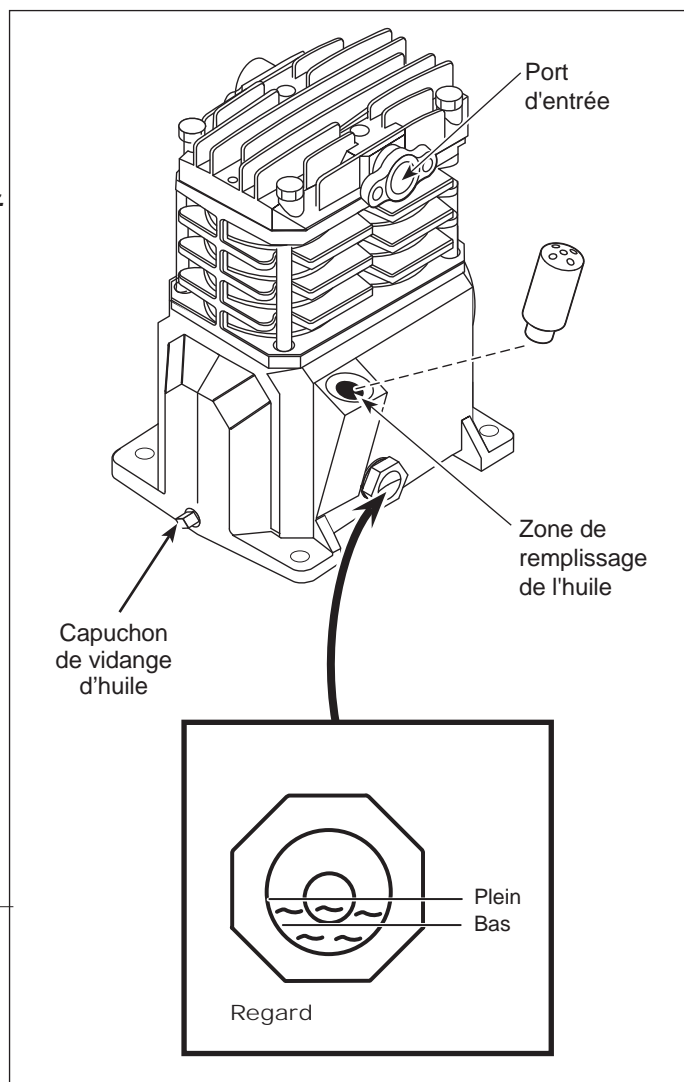

Figure 6 - Graissage
Vissez le filtre d'entrée d'air fourni dans le port d'entrée de la pompe en fonte, tel qu'indiqué à la Figure 6.
**⚠ ATTENTION** *CE MODÈLE NE CONTIENT PAS D'HUILE. Avant d'utiliser le compresseur. Remplir au centre de la jauge visuelle (voir la figure 6).*
Remplir la pompe d'huile au centre de la jauge visuelle en utilisant l'ouverture de remplissage d'huile (voir la figure 6). **NE PAS remplir la pompe jusqu'à l'ouverture du bouchon de reniflard, car ceci pourrait mener à une fuite d'huile et une pulvérisation vers l'extérieur durant l'utilisation.**